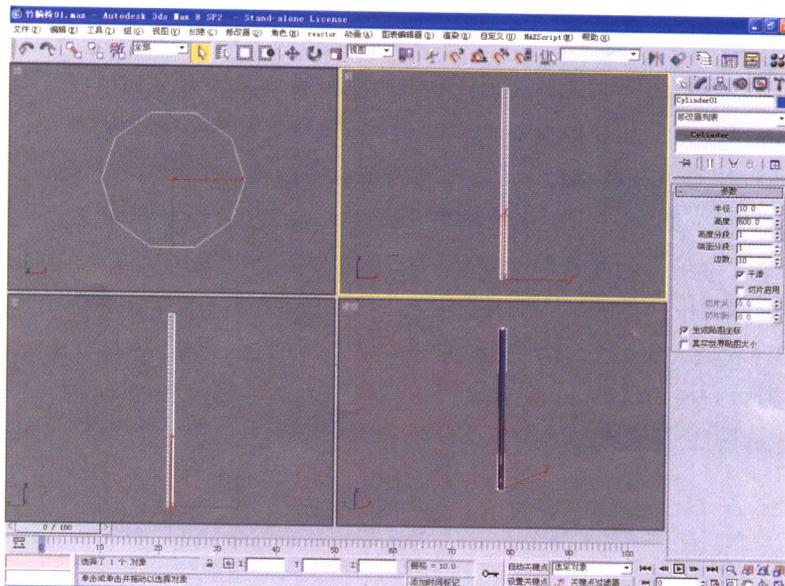

图1-2 设置圆柱体参数
(1) 首先创建竹躺椅的支架部分。在【创建】面板的【几何体】子面板中，单击【圆柱体】按钮，在顶视图中拖动光标创建一个圆柱体对象Cylinder01。确定该圆柱体处于选中状态，进入【修改】面板，在【参数】卷展栏中，设置【半径】值为10，【高度】值为600，【高度分段】值为1，【边数】值为10，结果如图1-2所示。